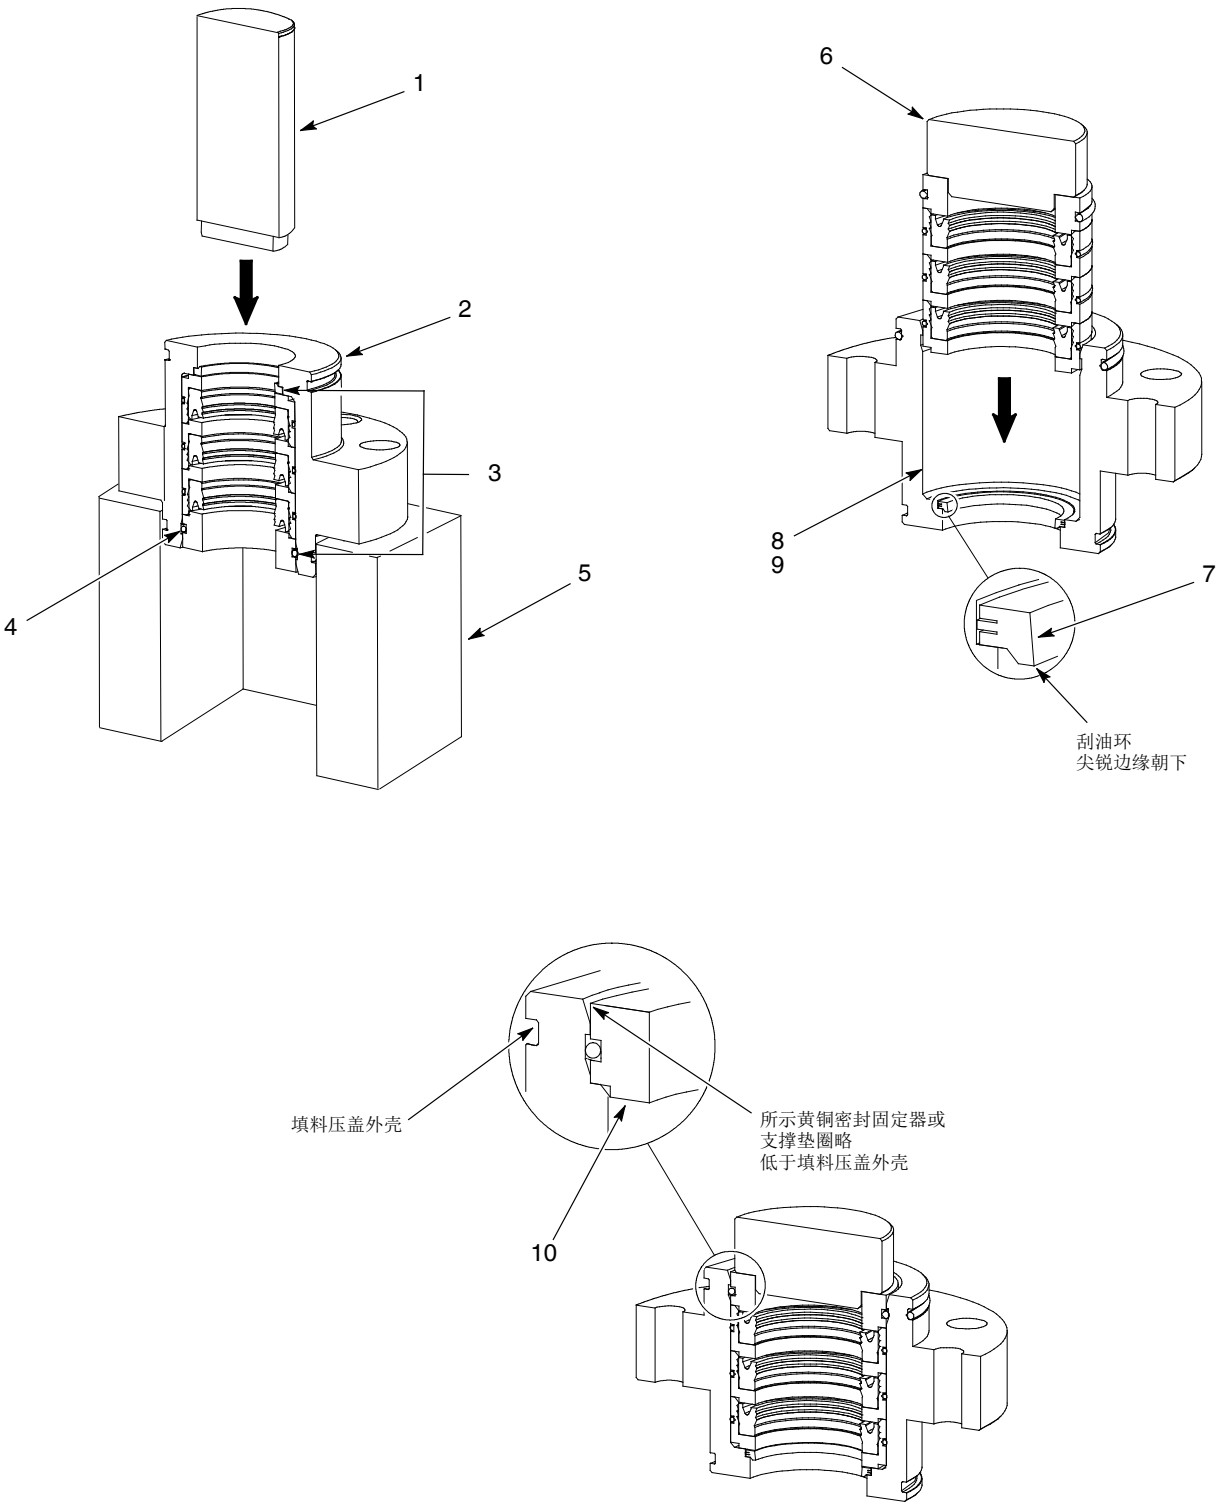

图 7 典型填料压盖内部零件更换
1. 详见图7。将填料压盖外壳(2)置于固定装置(5)上，使溶剂杯末端朝上。